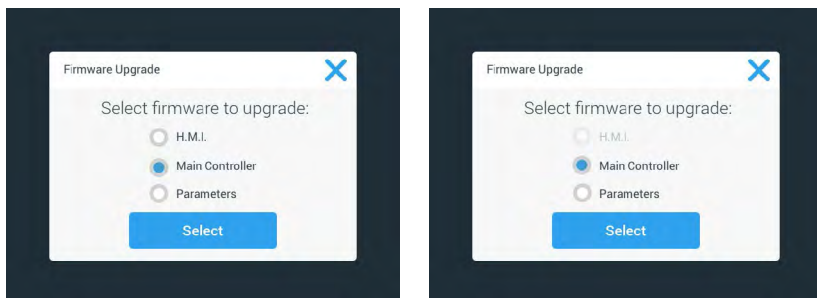

Рисунок 115: Выбор элемента встроенного ПО, подлежащего установке
11. Если обновление встроенного ПО доступно, на экране «Обновление встроенного ПО» отображается представленный на Рисунок 115 перечень. Нажмите на элемент встроенного ПО, для которого необходимо провести обновление.
УКАЗАНИЕ При выборе опции Н.М.І. из представленного на Рисунок 115 перечня, чтобы обновить только встроенное ПО ГИП, дисплей ГИП не реагирует на нажатия на активную зону панели управления в течение промежутка времени, который может достигать одной минуты, после начала обновления встроенного ПО. Не отключайте шейкер в течение этого промежутка времени, поскольку это приведет к сбою обновления. Вскоре шейкер снова запустится и будет находиться в состоянии готовности к эксплуатации.
УКАЗАНИЕ При выборе двух или трех опций из представленного на Рисунок 115 перечня для проведения обновления нескольких компонентов встроенного ПО, запрещено отключать шейкер в ходе всего процесса обновления.